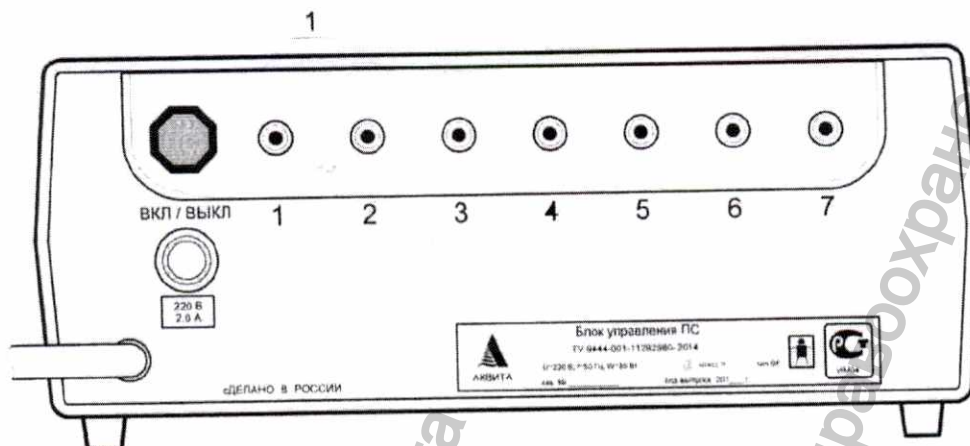

Рис. 1
6.10.2. Соединить свободные концы трубок манжет «голень» или манжет «ступня» со штуцерами 1, 2 блока управления (рис. 1).
«ступня» со штуцерами 1, 2, 3, 4 блока управления (рис. 1).
6.12.2. Подсоединить свободный конец большого жгута к штуцерам 1, 2, 3 и 4 блока управления (рис. 1), надев трубку 1 на штуцер 1, трубку 2 на штуцер 2, трубку 3 на штуцер 3 и трубку 4 на штуцер 4.
6.13.2. Подсоединить свободный конец большого жгута к штуцерам 1, 2, 3 и 4 блока управления (рис. 1), надев трубку 1 на штуцер 1, трубку 2 на штуцер 2, трубку 3 на штуцер 3 и трубку 4 на штуцер 4.
6.14.4. Подсоединить свободный конец большого жгута к штуцерам 1, 2, 3, 4, 5, 6 и 7 блока управления (рис. 1), надев трубку 1 на штуцер 1, трубку 2 на штуцер 2, трубку 3 на штуцер 3, трубку 4 на штуцер 4 и т.д..